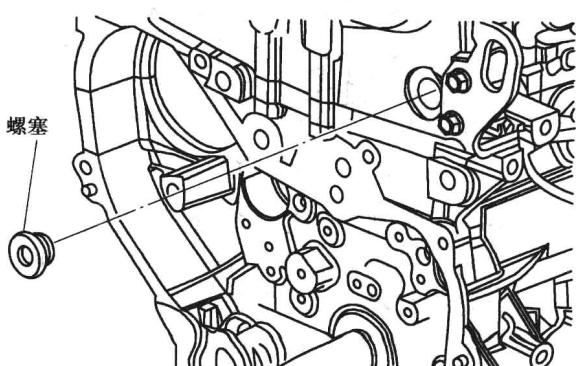

图 1-6 拆下正时链条导杆螺塞
- (13) 拆下螺塞以固定正时链条导杆螺塞，如图 1-6 所示。